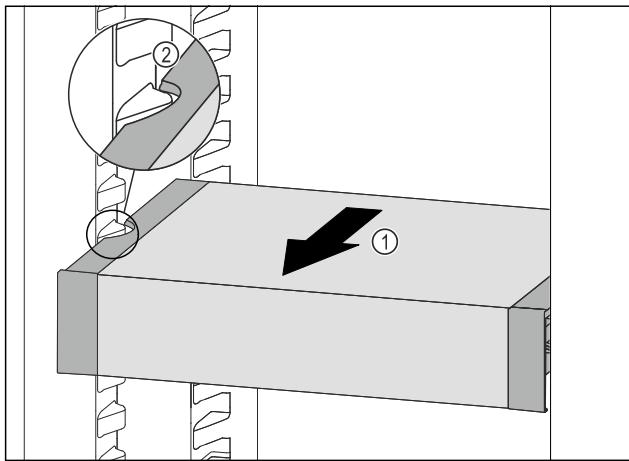

Fig. 72
- Táhněte VarioSafe dopředu Fig. 72 (1), dokud nebudou boční vybrány VarioSafe na úrovni žebrování na nádobě v chladničce. Fig. 72 (2)